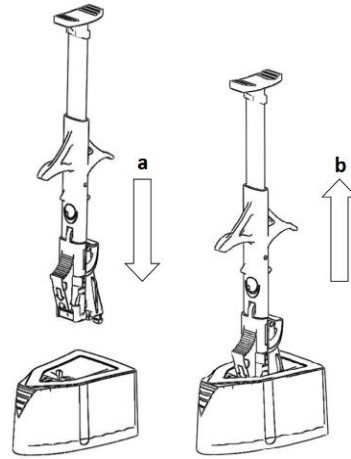

Fig. 1
3. Aligner la flèche du taquet rouge de l'injecteur avec celle du contenant ouvert de la LIO pour un positionnement correct. Insérer l'injecteur avec un mouvement vers le bas comme montré sur la Fig.1/a jusqu'au clic de verrouillage.
4. Retirer l'injecteur comme montré sur la Fig. 1/b et vérifier que le support de lentille est chargé dans l'injecteur.